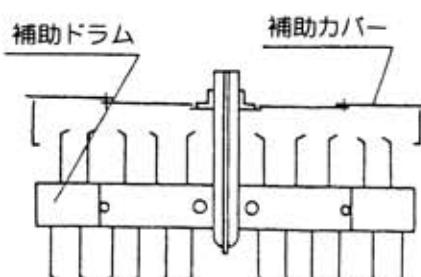

図57
- ② 補助ドラムをセットした場合は、刃の配列は図57のようにおこなってください。刃の配列によって、作業精度が異なってきます。
- ③ 補助ドラムをセットした場合は、それに合わせて補助力バーを取付け調整してください。